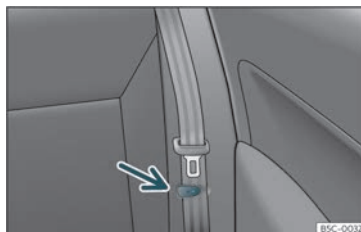

Fig. 105 Banco traseiro: pinça para fixar o cinto de segurança.
- Coloque os cintos de segurança laterais no suporte do revestimento»»» Fig. 105.